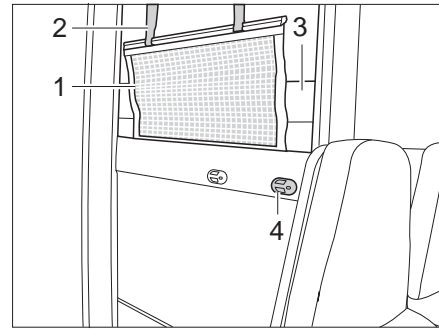

Fig. 126 Letto a castello (lato)
- Rimuovere il materasso (Fig. 126,3) del letto superiore e stenderlo sul letto inferiore.
- Agganciare la scaletta di accesso con i longheroni nell'apposito supporto (Fig. 126,4) al diaframma.
La rete protettiva (Fig. 126,1) è stivata sui modelli di serie tra il materasso e il telaio portamaterasso. Fissare la rete protettiva soltanto dopo che le persone si sono già stese nel letto.
- Fare innestare i nastri di sostegno (Fig. 126,2) nei supporti sul soffitto.